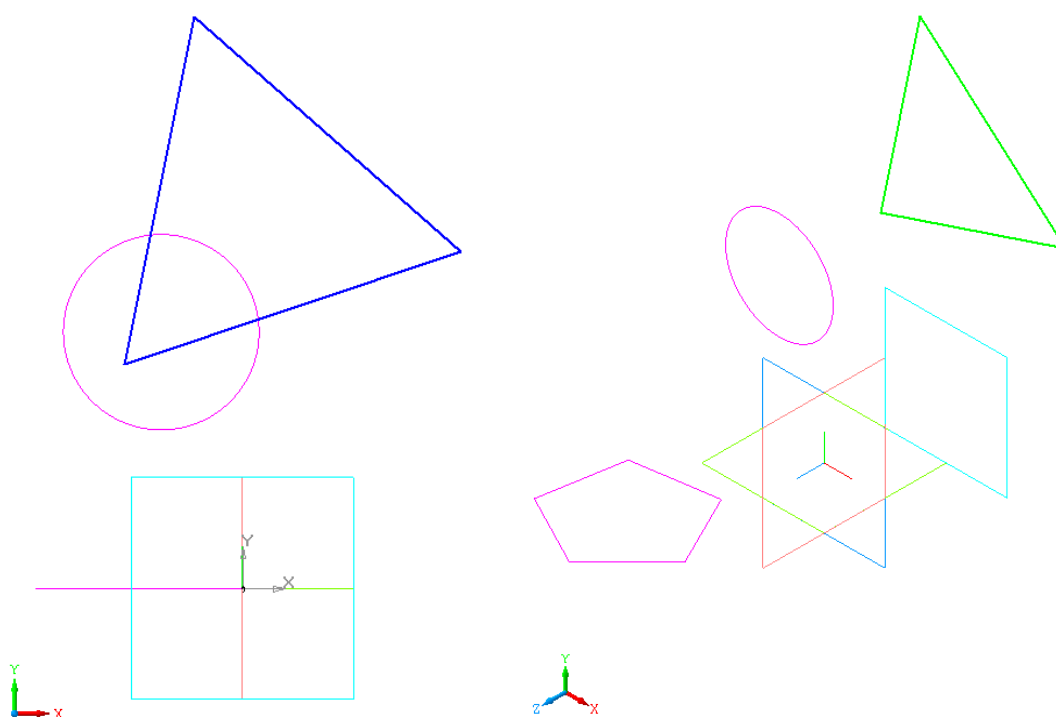

Рис. 5.19.
3.7. Выполните команду **Эскиз** и постройте в смещенной плоскости треугольник. Фигура треугольник должна располагаться в том же месте рабочего поля, что и эскиз-сечение **Окружность**, а по размеру немного больше его (рис. 5.19).